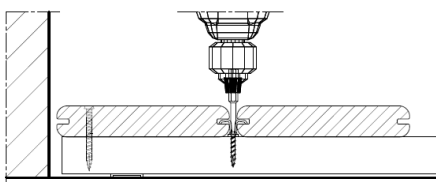

Figure 2
5. La lame est en place. Visser les clips COBRA® entre les lames à l'aide de l'embout fourni. Eviter d'exercer un couple de serrage élevé (embrayage de la visseuse réglé au plus glissant) (**Figure 2**). Frapper la lame à l'aide d'un maillet pour serrer les clips sur la lame précédente (**Figure 3**). Renouveler l'opération lame après lame.